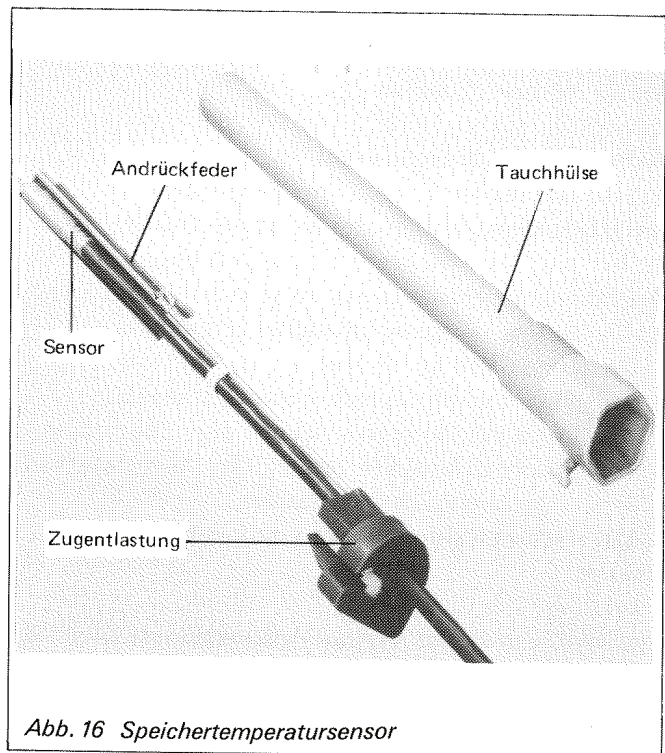

Abb. 16 Speichertempersensor
#### Einbau und Anschluß des Speichertempersensors (Abb. 16).
3. Sensor entsprechend der Abb. 16 mit der Sensorbefestigung verbinden. Dabei ist zu beachten: